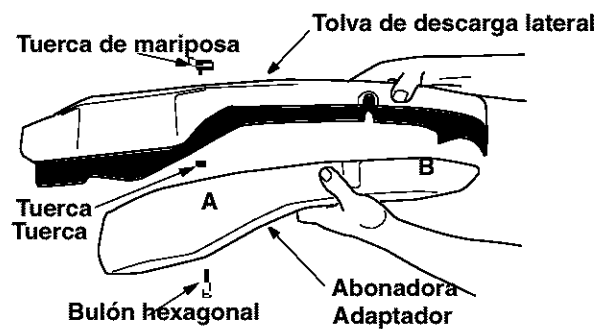

Figura 3
- Coloque los dos pernos hexagonales a través del adaptador para abono en las aberturas correspondientes. Ver Figura 3 .
- Coloque una tuerca de mariposa en cada uno de los pernos hexagonales y de unas cuantas vueltas. Ver Figura 3 . Revise que el adaptador esté alineado correctamente con la tolva de descarga.